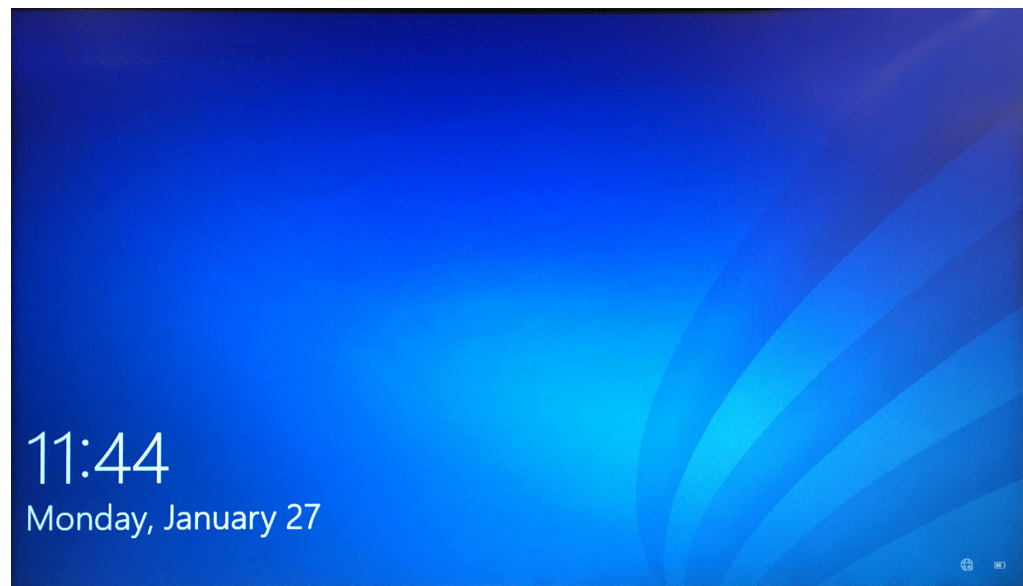

Figura 2-14. Schermata di blocco di Windows 10
- In Windows 10, verrà visualizzata la schermata di blocco di Windows. Vedere la Figura 2-14. Fare clic in un punto qualsiasi dello schermo per visualizzare la schermata degli account e della password di Windows. Vedere la Figura 2-16.